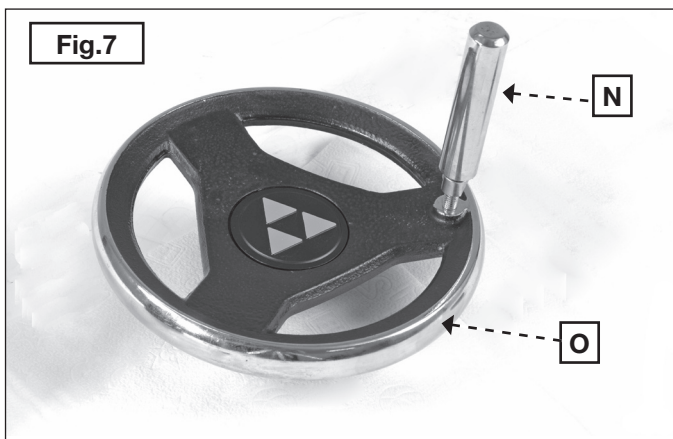

Fig. 7
1. Coloque el mango del volante (N) Fig. 7 en el volante (O). Use la llave abierta de 12 mm en las partes planas para ajustar.